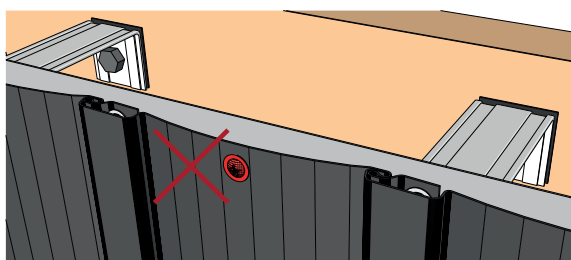

Рисунок 13
6.2 Между шляпкой самореза и панелью или доборным элементом необходимо оставлять зазор 1-1,5 мм (рис. 12), для возможности движения панели при тепловых расширениях. Фиксировать саморезы в тело материала (сайдинга софитов и доборных элементов) запрещено (рис. 13, 14). Это приведет к отсутствию возможности движения фасадного материала при тепловых расширениях и, как следствие, – деформации.